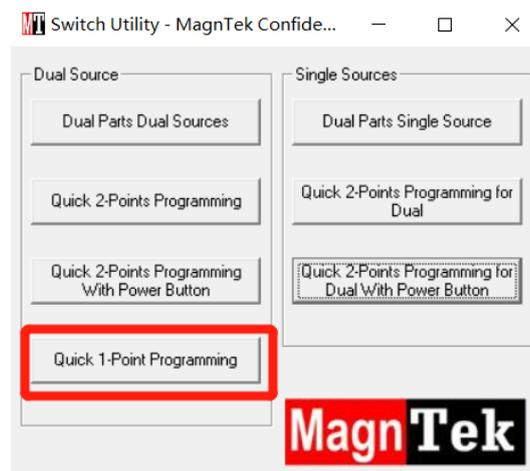

图 5.7.1 编程模式选择界面
- 进入软件安装目录找到“PB006 Programmer.exe”文件，双击打开软件，进入编程模式选择界面，如下图 5.7.1